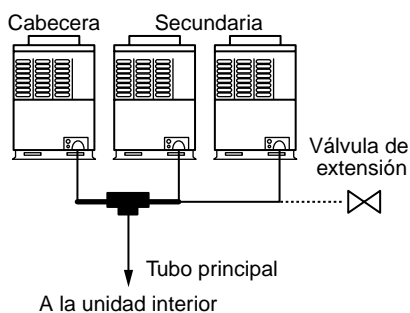

Figura 2
- 2) Sin embargo, tal como se indica en la figura siguiente, es posible utilizar una junta de derivación en forma de T vendida por separado para conectar al tubo principal dentro de la canalización indicada con una línea más marcada en la figura siguiente. (Figura 2)